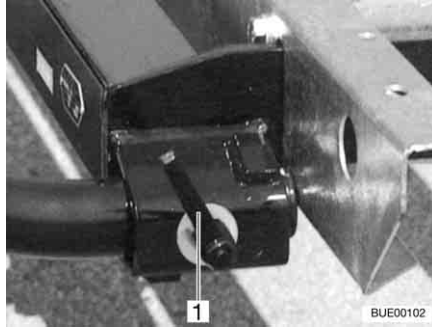

Fig. 8 Chiusura rapida
- Inserire il supporto a sinistra e a destra negli alloggiamenti sul telaio e assicurarlo con una chiusura rapida (Fig. 8,1).
- Rilasciare la chiusura rapida (Fig. 8,1) e sfilare i supporti dagli alloggiamenti sul telaio.